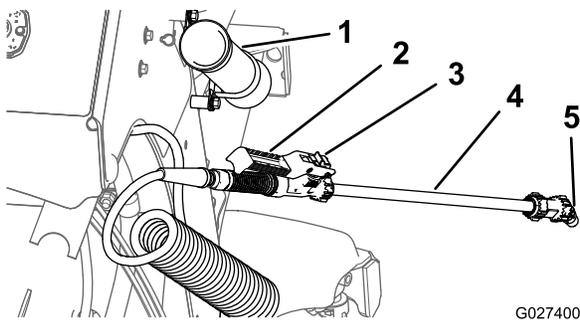

Figura 53
1. Retire la lanza del soporte del lado derecho de la máquina (Figura 53).
4. Apriete el gatillo de la empuñadura de la lanza de fumigación para empezar a fumigar; bloquee el gatillo en esa posición si lo desea (Figura 53).
- A. Gire el bloqueo de la lanza de fumigación a la posición de Apagado (en su caso) y suelte el gatillo (Figura 53).
- C. Vuelva a colocar la lanza en el soporte (Figura 53).